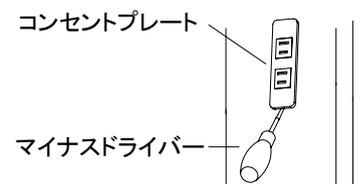

図11-10
①コンセントプレートをマイナスドライバーではずしてください。(図11-10)
②コンセント取付枠のネジをはずし、取付枠を手前に引き出してください。